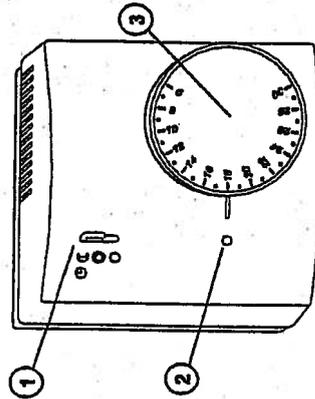
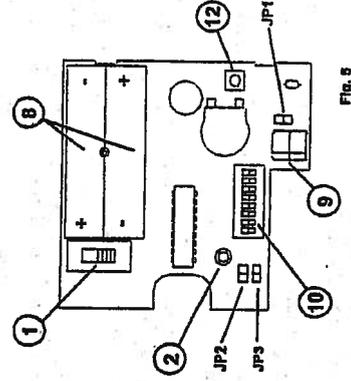

Fig. 1
Fig. 5
I TEST-mode blinker den røde diode (2) [fig. 1] korrekt, men den tilhørende kanal på systemenheden reagerer ikke (dioden for kanalen blinker ikke i takt med rumtermostats diode).
Temperaturstaten kan regulere varme- eller kølesystemer: valget foretages ved at sætte en Intern Jumper JP3 (fig. 5).
Ved begge funktioner (varme/køling) er det muligt at anvende natsænkning/funktionen, såfremt der er tilsluttet en timer til systemet. Natsænkning/funktionen ændrer temperaturen med $\pm 3^\circ\text{C}$. Den kan aktiveres ved at sætte knappen (1) (fig. 1) i øverste stilling. Når knappen står i denne position, sender rumtemperaturstaten signaler til modtageren om at reducere temperaturen i de perioder, hvor natsænkning er indstillet på timeren. Dette signal kaldes "reduceret signal", mens et normalt signal kaldes "normalt signal".
Ved at tilslutte et timermodul til modtageren, kan man kontrollere, hvornår man ønsker at regulere temperaturen op/med med 3°C . Hvis der ikke tilsluttes en timer til systemet og knappen (1) (fig. 1) står på "PROGRAM", så vil systemet gå i permanent natsænkning, dvs. holde en temperatur, der ligger 3°C under den indstillede temperatur. Vælger man derimod at sætte knappen på "COMFORT" vil rumtemperaturstaten altid regulere temperaturen uden reduktion.
Rumtemperaturstaten er forsynet med 2 stk. alkaliske 1,5V batterier type AAA. Rumtemperaturstaten er forsynet med en rød diode (2) (fig. 1), som vil blinke hver 20. sekund, hvis batterierne skal skiftes. Under normal drift er der IKKE lys i denne diode.
brikken leveres indstillet til afgivning af signal hvert 10. minut. Ønskes hyppigere signaler, så skal jumper JP2 fjernes, (fig. 5).
På fronten af rumtemperaturstaten (fig. 1) findes følgende:
Fig. 5 viser det indre i rumtemperaturstaten, og her ses:
B) Indstil rumtemperaturstaten på dip switch blakken (10) (fig. 5). Adressen kan vælges tilfældigt, men vær opmærksom på at rumtemperaturstaten på sammen systemet skal have unikke adresser. Se mere herom i Appendix A.
C) Læs batterierne forsigtigt og korrekt med hensyn til polaritet. Brug kun nye batterier. Genopladelige batterier kan ikke benyttes. Når batterierne lættes for første gang, vil den røde diode (2) tænde med det samme i ca. 2 sekunder. Dette viser at batterierne er læst og rumtemperaturstaten fungerer korrekt. Denne kontrol kan til enhver tid gentages ved at trykke på RESET-knappen (12) (fig. 5).
D) Sæt programvælgerknappen (1) (fig. 1) i OFF-position (nederst position), og tryk på RESET-knappen (12) (fig. 5). Nu er rumtemperaturstaten i TEST-mode og den røde diode (2) blinker hver 3. sekund.
Ønskes en ekstern sensor (fx. en gulvfølter) til baderum, type STLOTSAS300) tilsluttet, gøres dette ved at forbinde denne til клеммзаккен (9) (fig. 5), se afsnittet "Installation af femføler" herunder.
Hvis man ønsker at tilslutte en ekstern femføler til DTP A80 BC, frem for at bruge den interne føler, gøres det ved at tilslutte femføleren til клеммзаккен (9) (fig. 5) og fjerne jumper JP1 (se fig. 5).
Batterierne skal naturligvis skiftes når disse er afladene. Dette kan ses på dioden (2) (fig. 1), der blinker hvert 20. sekund.
Knappen (1) (fig. 1) må ikke stå i OFF-position (nederste position) ellers begynder selv-testen. Tryk på RESET-knappen (12) (fig. 5). Den røde diode på rumtemperaturstaten vil nu lyse i 2 sekunder, dette betyder at batterierne er i orden og at rumtemperaturstaten fungerer korrekt.
Hvis man vil "provokere" systemet til at sende et signal til systemenheden, kan man flytte programvælgerknappen (1) (fig. 1) til, og derefter væk fra, position 0 (OFF). Nu sender rumtemperaturstaten et signal til systemenheden, og dioden (2) (fig. 1) viser med et langt blink at der kaldes på varme/køling, eller med et kort blink, at der ikke behøves varme/køling.